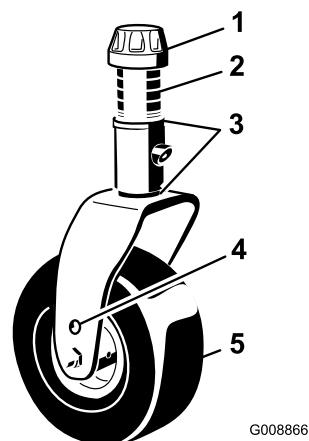

Рисунок 84
1. Снимите колпачковую гайку с вала шпинделя и извлеките шпиндель из рычага поворотного колеса (Рисунок 84).